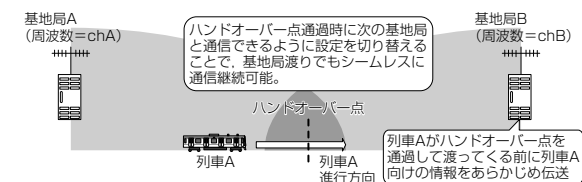

図3. ATACSのハンドオーバー処理
- (3) 区間単位で周波数を割り当て、電波を繰り返す方式を採用。鉄道の特性を利用したハンドオーバー処理を実施し、区間をまたいだ際でもシームレスな通信を実施(図3)できる。